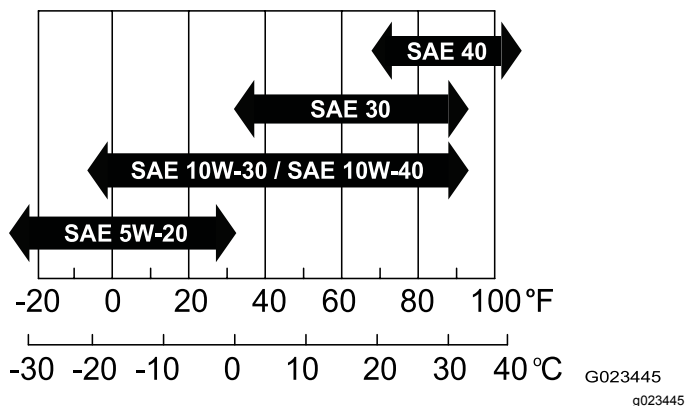

图37
- **粘度** SAE 30 请参阅下表了解其他粘度 (图37)